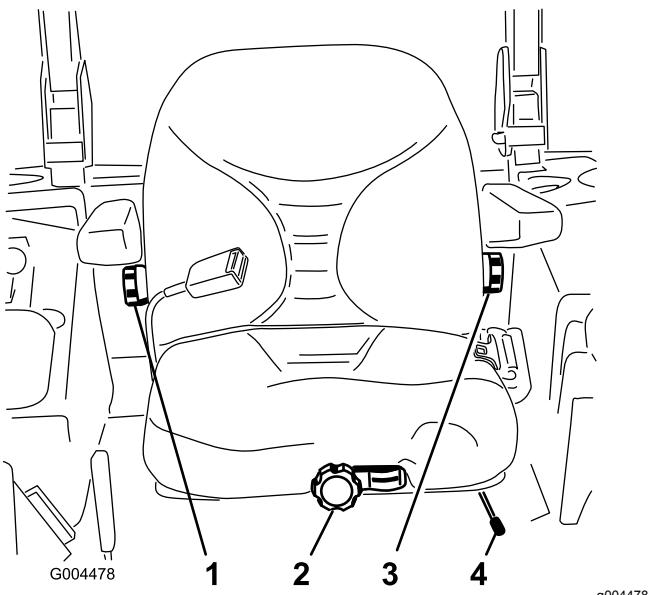

Figura 11
1. Para ajustar o banco, empurre a alavanca para o lado para desbloqueá-lo (Figura 11).
Sem estar sentado no banco, rode o botão da frente numa das direções para proporcionar o máximo conforto (Figura 11).
Para ajustar as costas do banco, rode o botão, localizado sob o apoio do lado direito, numa das direções para proporcionar o máximo conforto (Figura 11).
Para ajustar as costas do banco, rode o botão, sob o apoio do lado esquerdo, numa das direções para proporcionar o máximo conforto (Figura 11).